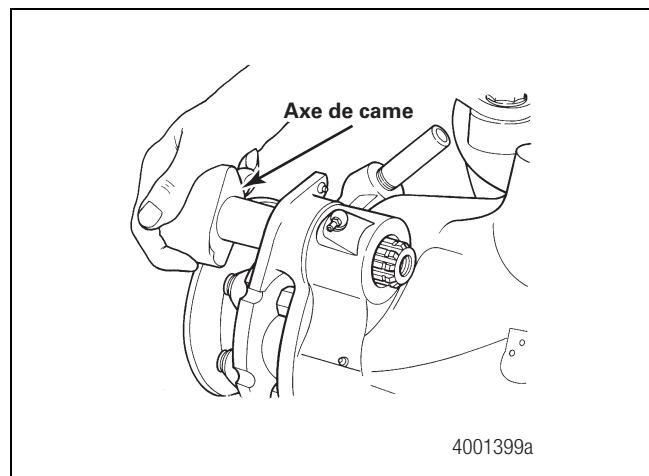

Figure 3.29
5. Extraire l'axe de came de la face avant du logement de roulement. Figure 3.29.